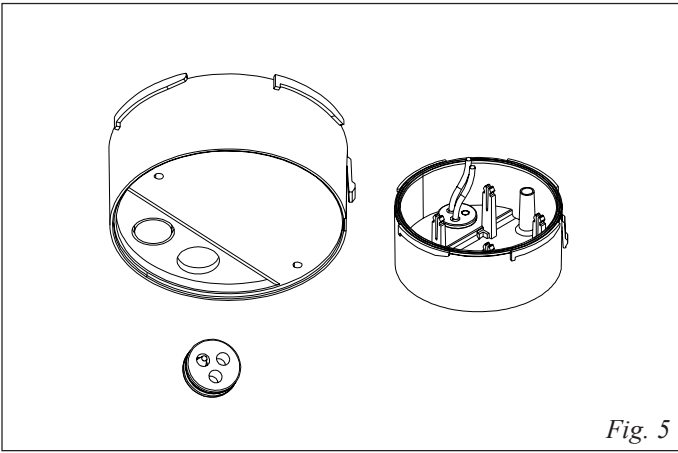

Fig. 5
7- Infilare il cavo nel supporto lampeggiante, in funzione del percorso prescelto, e di seguito nel supporto calotta, come in Fig. 5.
- 7- Fit the cable in the flashing lamp support, according to the selected route, and then in the cap support as shown in Fig. 5.